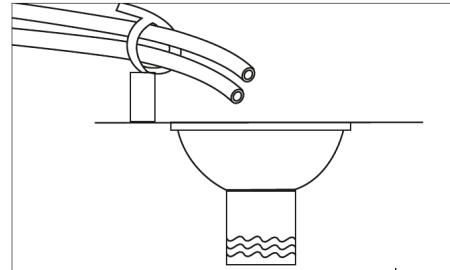

Abb. 9.11 – Freier Auslauf zum Kanalanschluss
11. Achtung! Abwasseranschlüsse bzw. der Auslauf der Ablaufleitung müssen so ausgeführt sein, dass ein freier Auslauf zum Kanalanschluss besteht. **Achtung!** Führen Sie die Ablaufleitung niemals direkt in einen Bodenablauf, ein Abwasserrohr oder einen herkömmlichen Siphon ein. Stellen Sie sicher, dass zwischen Ablaufleitung und Kanalleitung stets ein freier Auslauf besteht, damit kein Spülwasser in die Enthärtungsanlage zurückfließen kann (Abb. 9.11).